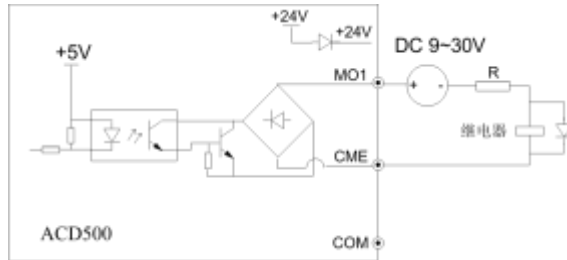

图3-18 多功能输出端子接线方式2
- ② 多功能输出端子M01也可使用外部电源，9~30V，接线方式请参见图3-18